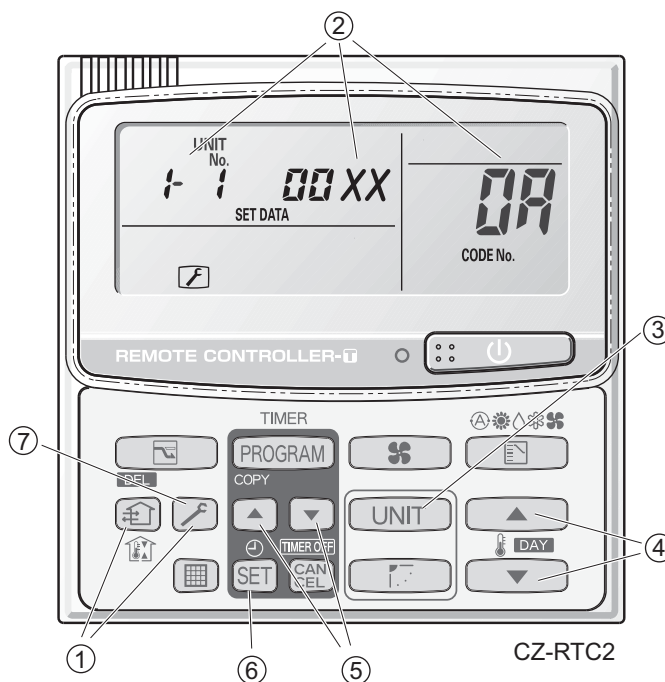

Fig. 1
- ① Mantener pulsados los botones  y  simultáneamente durante 4 segundos o más.
- ② «SET DATA» unidad núm. «1-1» (o «ALL» en caso de control de grupo), código de elemento «01», y datos de ajuste «00XX» aparecen parpadeando en el display LCD del mando a distancia (Fig. 1). En este momento, el ventilador de la unidad interior (o los ventiladores de todas las unidades interiores en el caso de control de grupo) empiezan a funcionar.
- ③ Si el control de grupo está activado («on»), pulsar el botón  y seleccionar la dirección (número de la unidad) de la unidad interior a configurar. En este momento empieza a funcionar el ventilador de la unidad interior.
- ④ Pulsar los botones de ajuste de temperatura   para seleccionar el código del elemento a cambiar.
- ⑤ Pulsar los botones   del temporizador para seleccionar los datos de ajuste que desee.
- ⑥ Pulsar el botón . (El display deja de parpadear y permanece encendido, y finaliza el ajuste).
- ⑦ Pulsar el botón  para volver al display normal del mando a distancia.